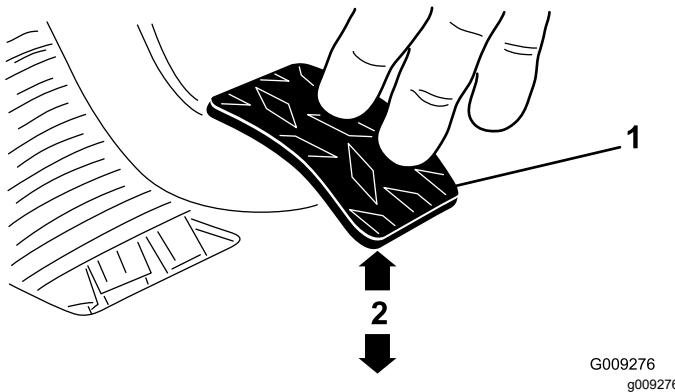

Figura 64
3. Ajuste las contratueras o la articulación esférica hasta que el borde trasero del pedal del embrague esté a 9.2 mm – 9.8 cm (3 $\frac{5}{8}$ " – 3 $\frac{7}{8}$ ") del borde superior del dibujo a rombos de la chapa de suelo al aplicar una fuerza de 1.8 kg (4 libras) al pedal (Figura 64).